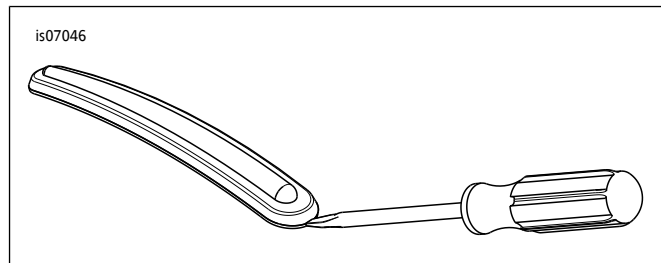

图5。拆卸挡板装饰条
- b. 参见图5。将螺丝刀的尖端插入镀铬挡板和橡胶装饰条之间。